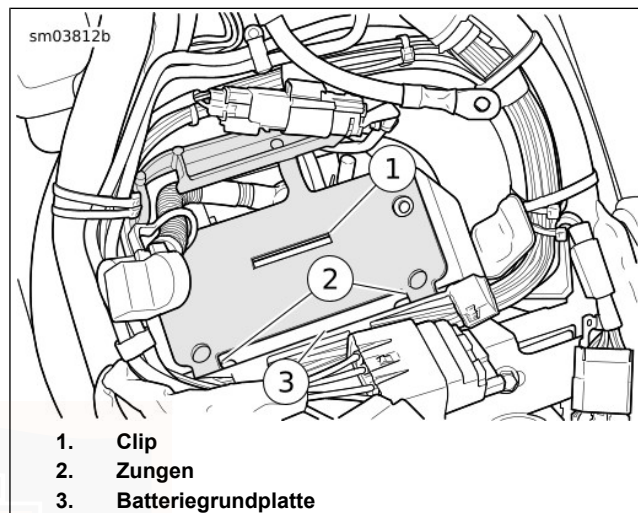

Abbildung 56. Batteriehalter
1. Siehe Abbildung 56. Der Batteriehalter in die Einbaustellung bringen und den Batteriehalteclip (1) unter der Vorderseite der Batteriegrundplatte (3) einbauen. Sicherstellen, dass die Zungen (2) des Batteriehalters über die Rückseite der Batteriegrundplatte passen.